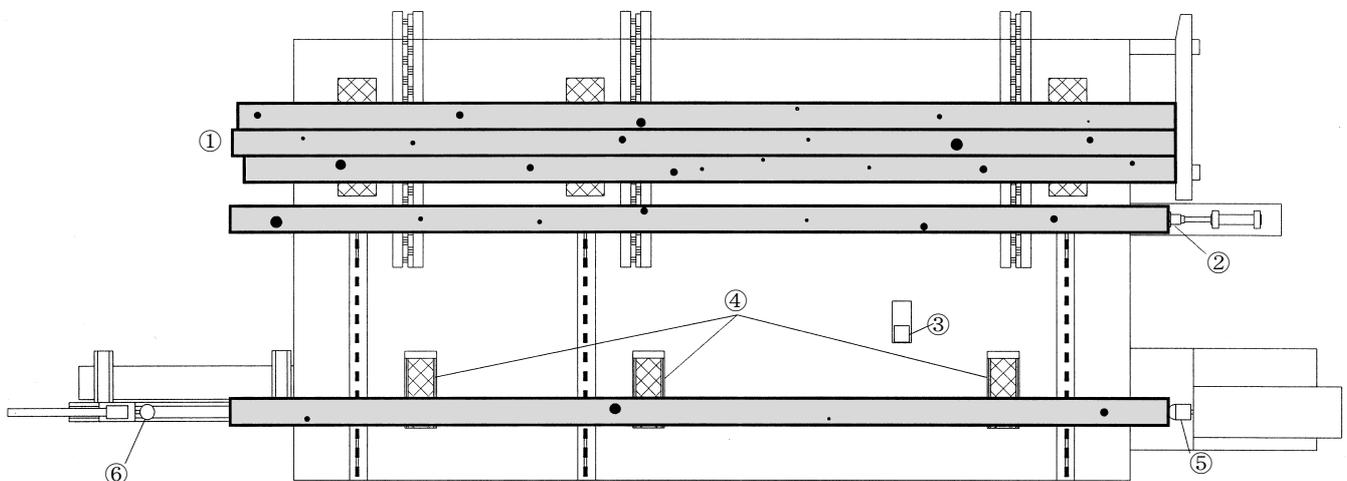

図3 上面図
今回開発した装置では材長約2.4~3.7m、幅10~30cmの製材品を測定できるように設計してあります。測定する材を図3の①のところにストックすると、1本ずつ送り込まれます。次に②で木口面の位置合わせを行います。これは木口面が打撃を行うハンマー側に寄っていると、ハンマーが木口面を押し付けてしまい、きれいな音が出ないこと、また、逆にハンマーから離れていると、小さな音しかしないからです。位置合わせが終わると寸法と重量の測定を行います。図では材幅のセンサー③しか見えませんが、材厚と材長のセンサーも装備しています。これらのセンサーは赤外線を使用し、非接触で測定できます。重量センサーは④に内蔵されています。打撃はハンマー⑤で行い、反対側の木口面の近くに取り付けたマイクロホン⑥で打撃音を取り込みます。騒音対策において、連続的な騒音に対しては、あらかじめ周囲の騒音を測定しておいて、その大きさにあわせて感度を調整して、影響が少なく